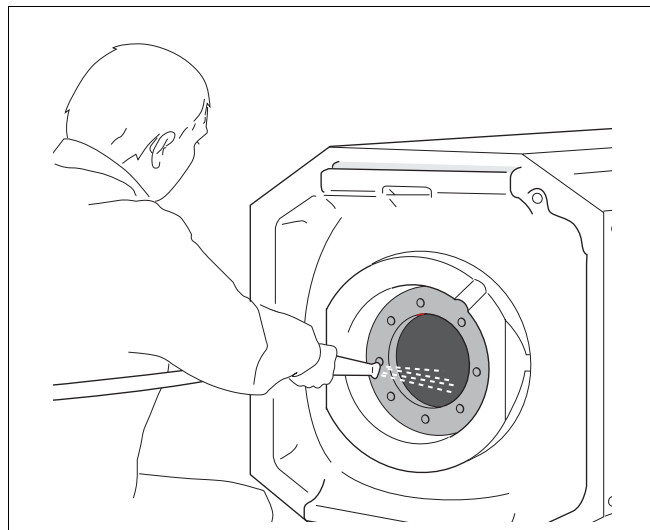

Fig. 14 Rincer le préparateur
- Pulvériser la partie interne du préparateur avec un jet d'eau froide « puissant » (env. 4 – 5 bar) (fig. 14).